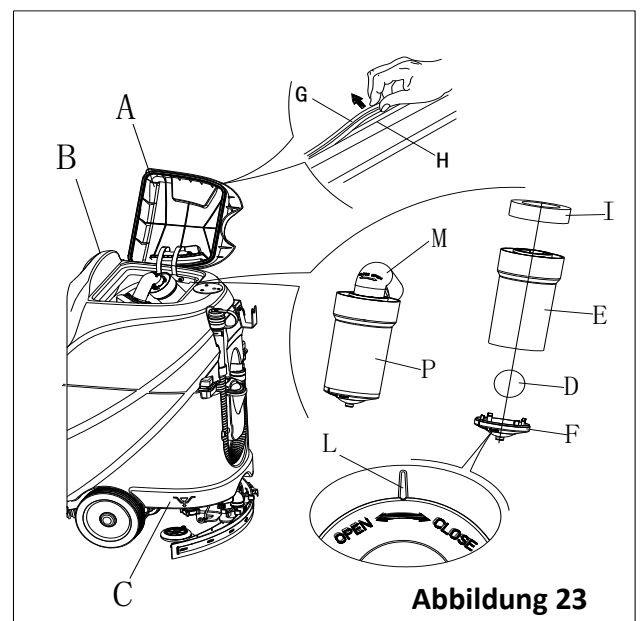

Abbildung 23
2. Stellen Sie sicher, dass die Maschine ausgeschaltet ist und der Zündschlüssel (40) abgezogen wurde.
3. Drehen Sie den Schmutzwassertankdeckel (A, Abbildung 23) in die 90-Grad-Position, wo er vom Tank abgenommen werden kann und nehmen Sie dann den Schwimmerkugelfilter (P) aus dem Tank.
4. Drehen Sie den Schmutzwassertank (B), den Reinwasserbehälter (C) und die Schwimmerkugel Filterstützrahmen (E). Entleeren Sie den Schmutzwassertank über den Ablaufschlauch (15).
5. Öffnen Sie bei Bedarf die untere Abdeckung (F) des Schwimmerkugelfilters mithilfe der Symbole "AUF" und "ZU", wie in (Abbildung 23) gezeigt, und reinigen Sie die Schwimmerkugel (D), den Filterstützrahmen (E) und den Filterschwamm (I). Fixieren Sie nach der Reinigung die Schwimmerkugel (D) im Filterstützrahmen (E) und richten Sie die Markierungsrille (L) der Bodenkappe (F) des Schwimmerkugelfilter an der Markierungsrille (L) des Schwimmerfilterstützrahmens (E) aus. Schrauben Sie die Bodenkappe des Schwimmerkugelfilter fest und befestigen Sie den Filterschwamm (I) auf dem Schwimmerfilterstützrahmen (E). Schließen Sie ihn abschließend am Abwasser-Augschlauch (M) an.
7. Überprüfen Sie die Kontaktfläche der Dichtleiste (G) auf Integrität und ausreichende Abdichtung. Nehmen Sie die Dichtleiste ggf. aus der Tankrinne (H) und tauschen Sie sie aus. Bringen Sie die neue Dichtleiste wie in (Abbildung 23) gezeigt an. Das Gelenk muss sich wieder im mittleren Bereich befinden.
8. Schließen Sie den Schmutzwassertankdeckel (A).